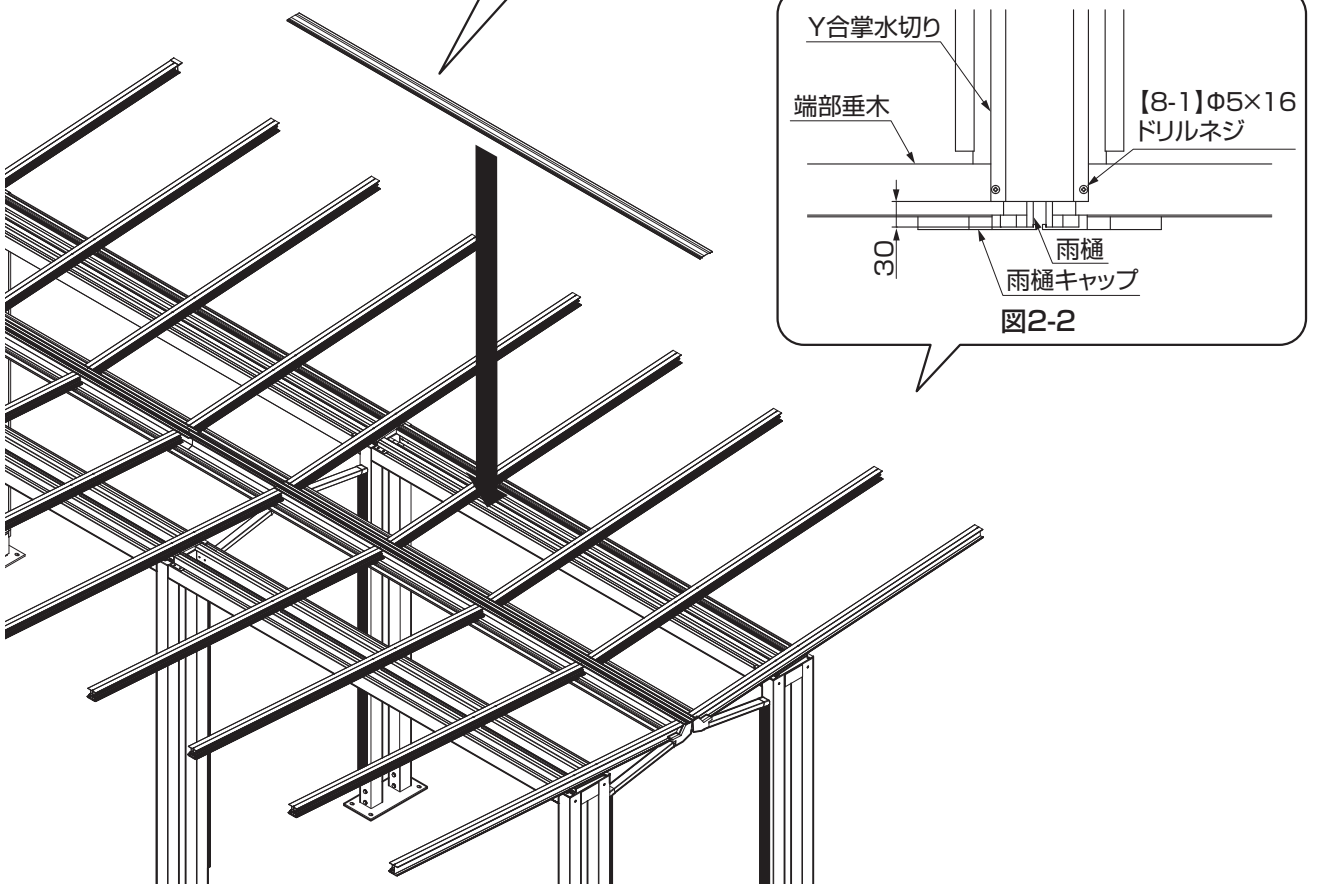

図2-2
- ①端部柱側の①LEDライトを、LEDライト埋込桁間カバーにLEDライト取付けネジで取り付けてください。(図2-1、図2-2参照)
- ④中間柱側の④LEDライトを、LEDライト桁間カバーにLEDライト取付けネジで取付けてください。(図2-1、図2-2参照)
- ① Y合掌水切りを現場に合わせて、任意寸法に切断してください。
- ② 雨樋組付け後、垂木にY合掌水切りを【8-1】で取付けてください。端部は端から30mmはなして取付けてください。(図2-2参照)